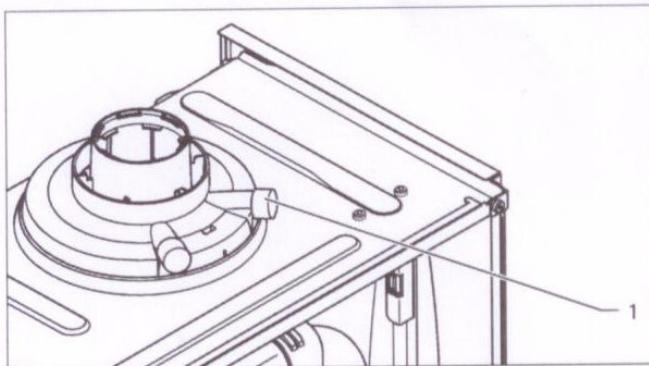

Fig. 2.3 Măsurarea conținutului de CO₂ la ștuțul de măsurare a gazelor de ardere
- Măsurați conținutul de CO₂ la ștuțul de măsurare a gazelor de ardere **(1, Fig. 2.3)**.